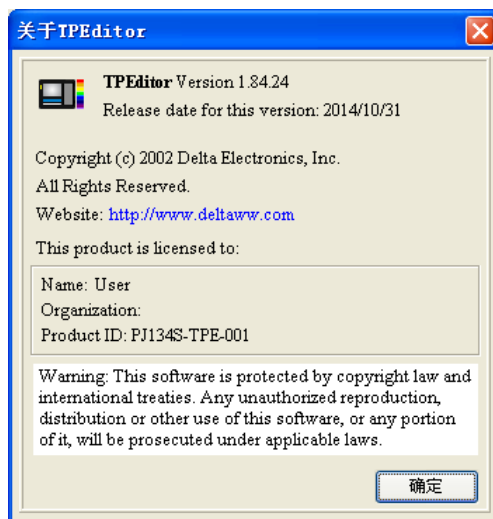

图 3-18 关于
- 关于：显示 TPEditor 软件版本等相关信息，如图 3-18。